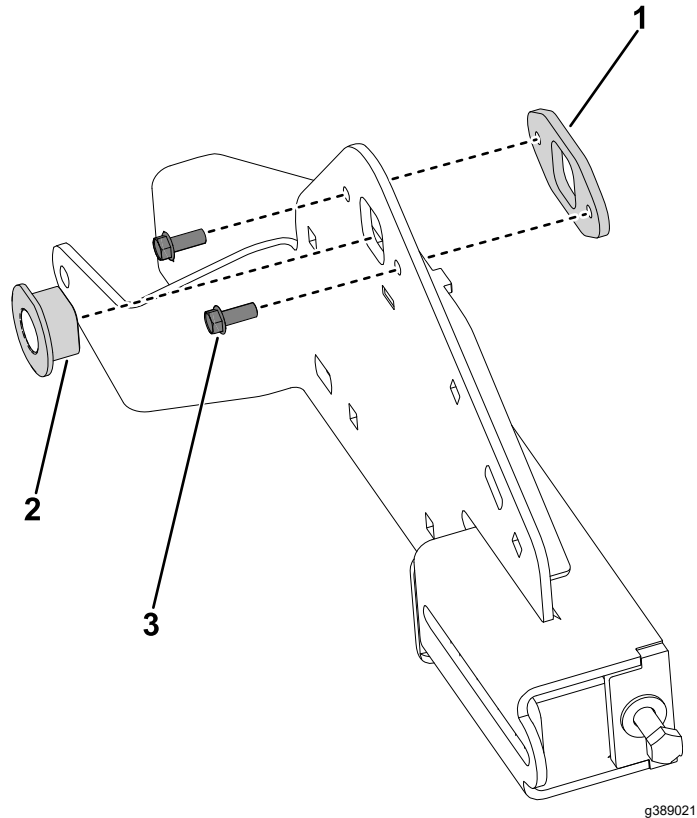

Рисунок 28
3. Установите опору втулки оси на опору гусеницы, закрепите при помощи 2 винтов ($\frac{1}{4}$ x $\frac{5}{8}$ дюйма) (Рисунок 28).
2. Вставьте втулку оси в опору гусеницы (Рисунок 28).